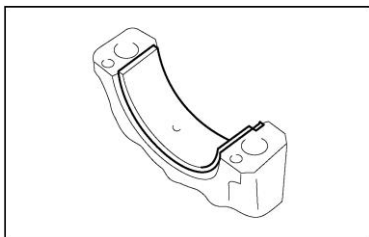

Рисунок II-192
1) Выньте вкладыш шатунного подшипника из крышки шатуна. ((см. Рисунок II-192))